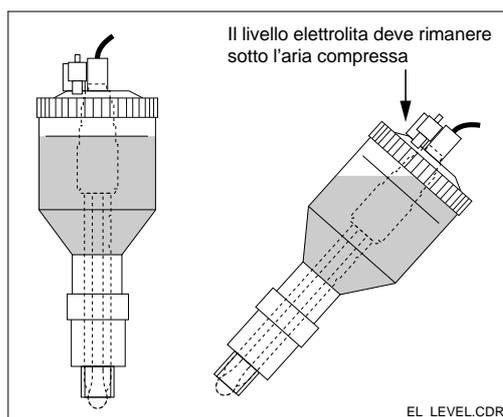

Fig. 3.8 Livello riempimento elettrolita
- Gli attacchi dell'aria compressa e il manometro non devono essere a contatto con l'elettrolita (vds. Fig. 3.8).